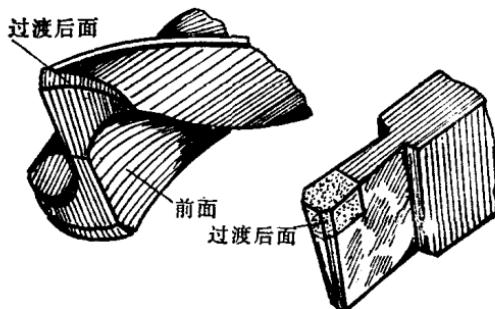

图 2-6
(4) 过渡后面——是主后面和副后面之间的表面(图2-6)。